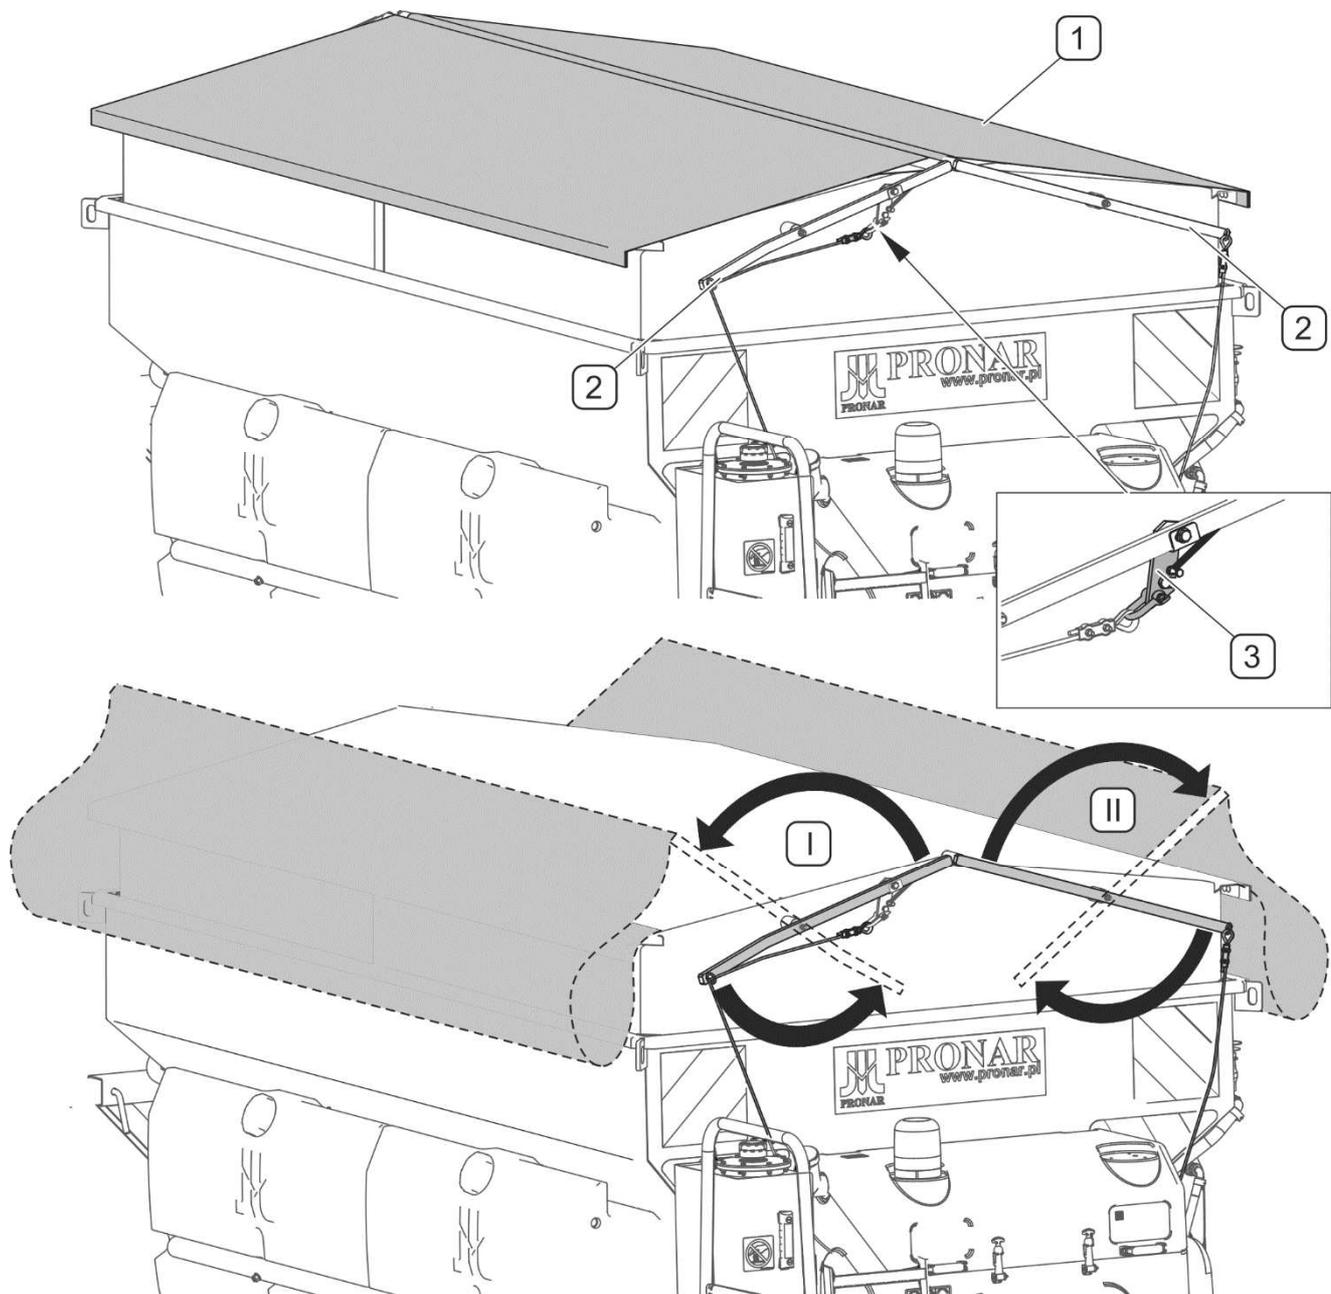

ABBILDUNG 4.19 Anheben der Plane des Behälters
- Die Leiter (1) festhalten und den Sicherungssplint (3) herausziehen,
- Die Leiter (1) herunterlassen.
Mithilfe der Leine die Sperrklinke (3) entriegeln und die Plane mithilfe des Hebels am Gestell anheben. Die Reihenfolge beim Anheben (I) - (II) ist auf (ABBILDUNG 4.19) dargestellt.
(1) - Plane; (2) - Hebel am Gestell; (3) - Sperrklinke
Vor dem Beladen muss geprüft werden, ob sich im Behälter irgendwelche Gegenstände (Werkzeug, Steine usw.) befinden. Den Behälter von oben über das Sieb beladen, das verhindern soll, dass verklumptes Streumaterial in den Behälter gelangt. Für das Beladen wird die Verwendung eines Frontladers oder eines Förderbandes empfohlen. Die Ladung muss gleichmäßig im Behälter verteilt werden, um die Stabilität der Streumaschine zu gewährleisten. Das Material darf nicht aus großer Höhe in den Behälter fallen gelassen werden. Nach dem Beladen muss der Behälter mit der Plane (ABBILDUNG 4.19) abgedeckt und geprüft werden, ob die Sperrklinke (3) richtig eingerastet ist.